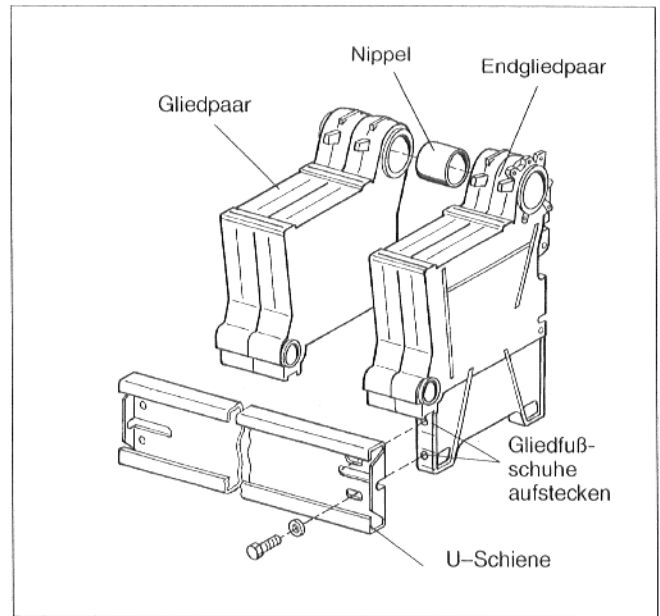

Abb.4
- Endgliedpaar am vorgesehenen Platz aufstellen (Abb.4)..
- Die zwei Gliedfußschuhe aufstecken (Abb.4).
- U-Schiene ans vordere Endglied befestigen (Abb. 4). Dazu das Endgliedpaar leicht kippen.
- Nippel einsetzen (Abb.4).